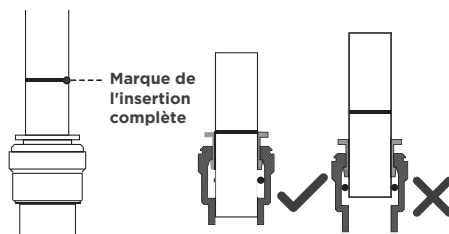

Figure 1
1. Il y a une marque existante (Fig. 1) à l'extrémité du tube que vous pouvez utiliser pour confirmer si le tube est complètement inséré dans le raccord. Poussez le tube dans le raccord jusqu'à atteindre la marque sur le tube.